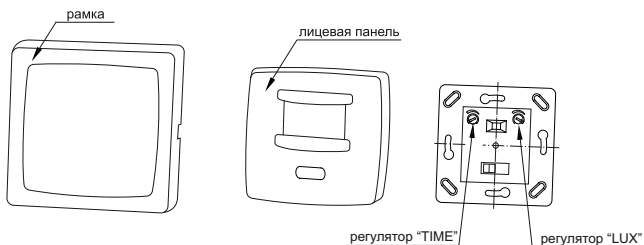

Рисунок 3 – Конструкция датчика движения ДД 030
- снять рамку, а затем лицевую панель с основания датчика, поддев её отверткой с прямым шлицем (рисунок 3);
- протестировать датчик (8) и настроить необходимые параметры датчика (9);
Регулятор выдержки времени включения датчика «TIME», освещённости «LUX» и переключатель режимов работы датчика находится под лицевой панелью (рисунок 3), которая снимается с помощью отвертки. Регулировка осуществляется с помощью отвертки с прямым шлицем.